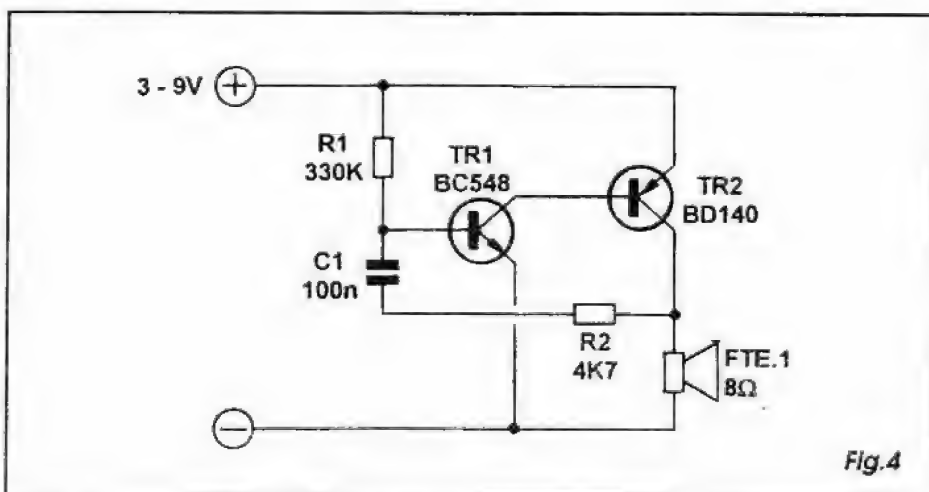

Fig. 4
- **FIG. 4** - Outro arranjo bastante simples, e muito utilizado, para se gerar eletronicamente um som razoavelmente forte (a partir